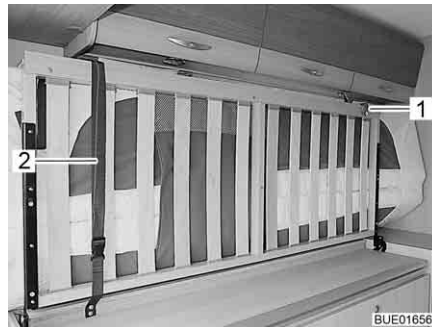

Bild 10 Säng, fälld åt sidan
- När sängen är fälld åt sidan ska den säkras med säkerhetsremmen (Bild 10,2) och låsbandet (Bild 10,1).